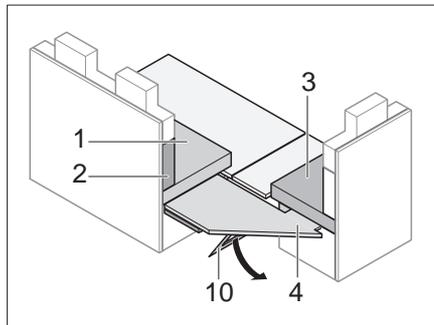

Bild 147 Verstärkungsplatte einsetzen
- Verstärkungsplatte (Bild 147,4) auf Sitzbankverlängerung auflegen.
- Stütze (Bild 147,10) unter der Verstärkungsplatte (Bild 147,4) ausklappen.